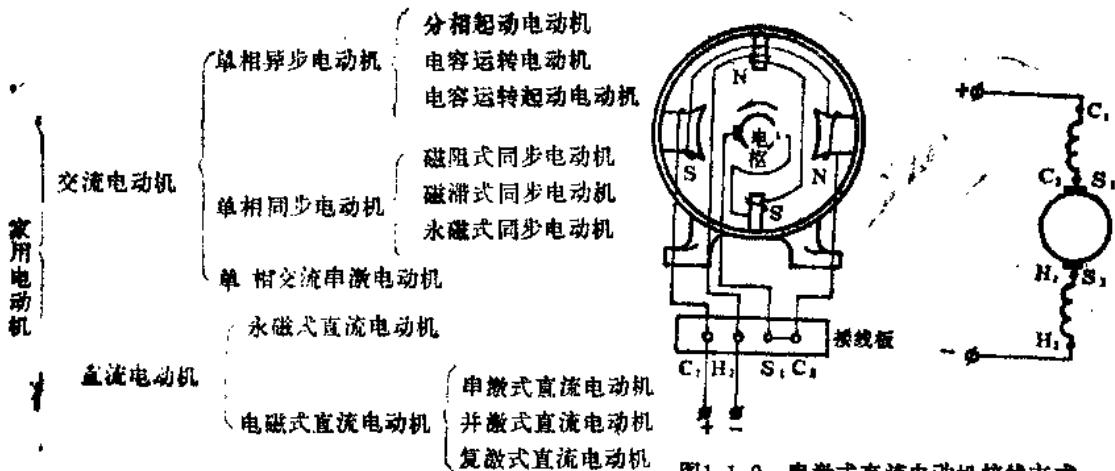
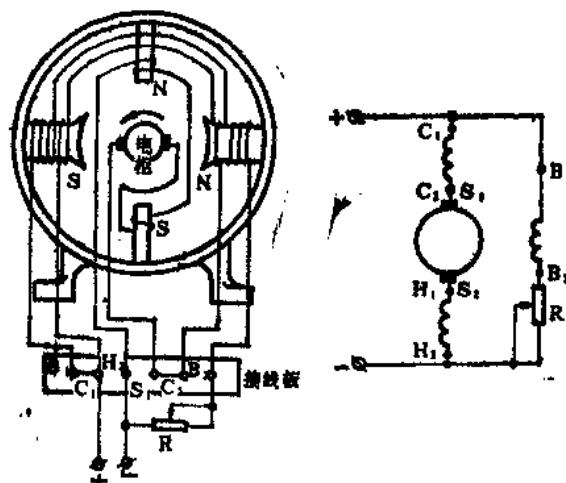

图1-1-9 串激式直流电动机接线方式
图1-1-11 复激式直流电动机接线方式
(1) 电磁式直流电动机，根据激磁绕组与电枢绕组连接方式的不同，又可分为串激式、并激式和复激式三种，如图1-1-9~图1-1-11所示。